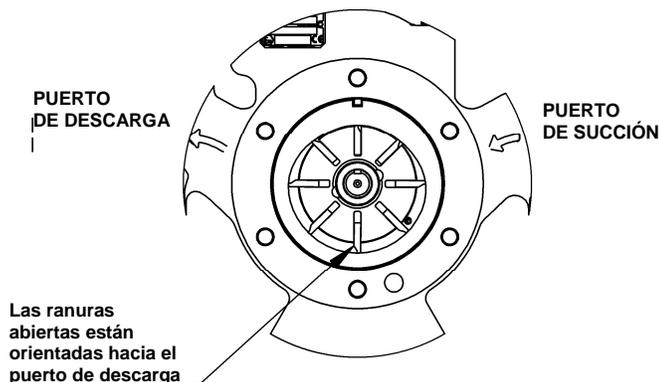

Figura 7. Instalación de las paletas
3. Gire el eje a mano hasta que una paleta (14) llegue a la posición inferior (de las 6 horas) del rotor. Desmonte la paleta.
4. Instale una nueva paleta (14), asegurándose de que el borde redondeado quede HACIA ABAJO, y que las ranuras de alivio queden orientadas hacia el puerto de descarga. Consulte la figura 7.
18. Gire el eje a mano hasta que una ranura de la paleta (14) se encuentre en la posición inferior (de las 6 horas) del rotor.
19. Instale una nueva paleta (14), asegurándose de que el borde redondeado quede HACIA ABAJO, y que las ranuras de alivio queden orientadas hacia el puerto de descarga. Consulte la figura 7. Repita el procedimiento para las ocho paletas.